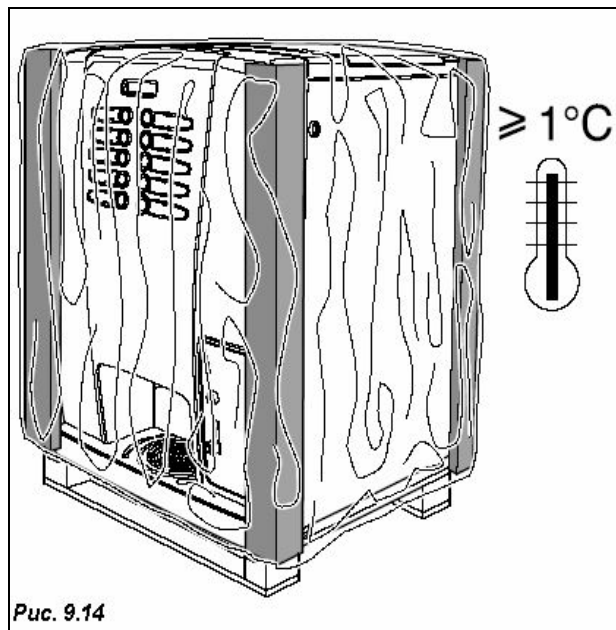

Рис. 9.14
- обернуть торговый автомат полиэтиленовой пленкой или надеть на него пакет (Рис.9.14)